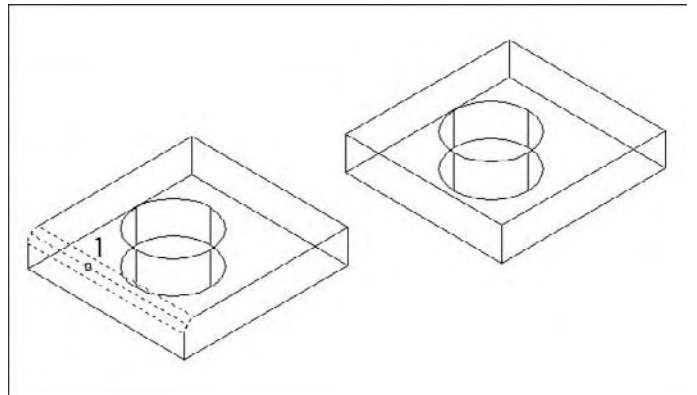

Fig.7.13
**Pour supprimer une face sur un solide, la procédure est la suivante (fig.7.13) :**